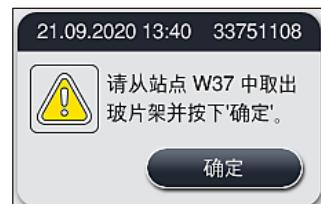

图 126
4. 对于每个要取出的玻片架，显示屏上都会显示一条相应的消息 (→ “图 126”)。打开仪器罩，从消息中所示的站点取出玻片架。点击确定确认取出。继续该操作，直至取出所有受影响的玻片架。